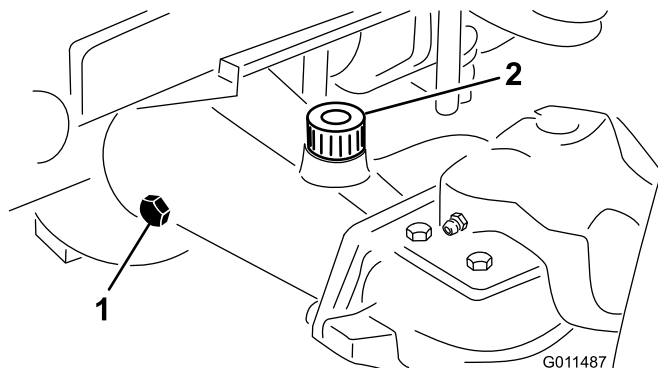

Figura 15
2. Togliete il tappo di controllo da un'estremità del ponte (Figura 15) e verificate che il lubrificante raggiunga la base del foro. Se il livello è basso, togliete il tappo di riempimento (Figura 15) e rabboccate con lubrificante finché non raggiunge la base del foro del tappo di controllo.